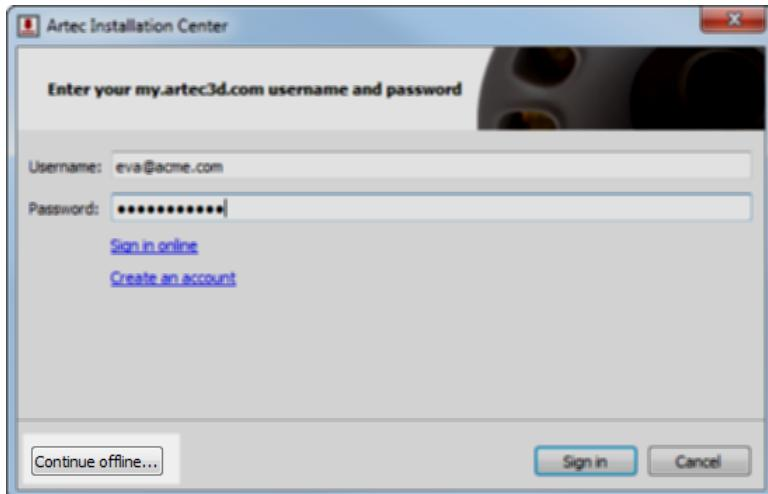

Рис. 4.14: Окно аутентификации в Artec Installation Center
2. В процессе установки откроется окно ввода регистрационных данных, как показано на Рис. 4.14. Нажмите кнопку *Продолжить в оффлайн...*